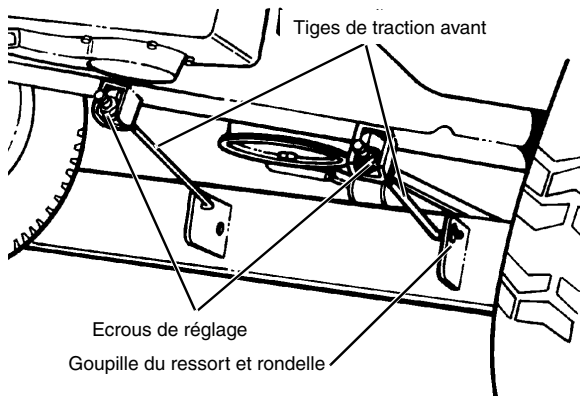

FIGURE 33
- Retirer les goupilles et les rondelles des deux tiges de traction de la tondeuse à l'avant du bloc tondeuse (voir FIGURE 33).
- Fixer les tiges de traction à l'avant du bloc tondeuse avec des rondelles et des goupilles (voir FIGURE 33).